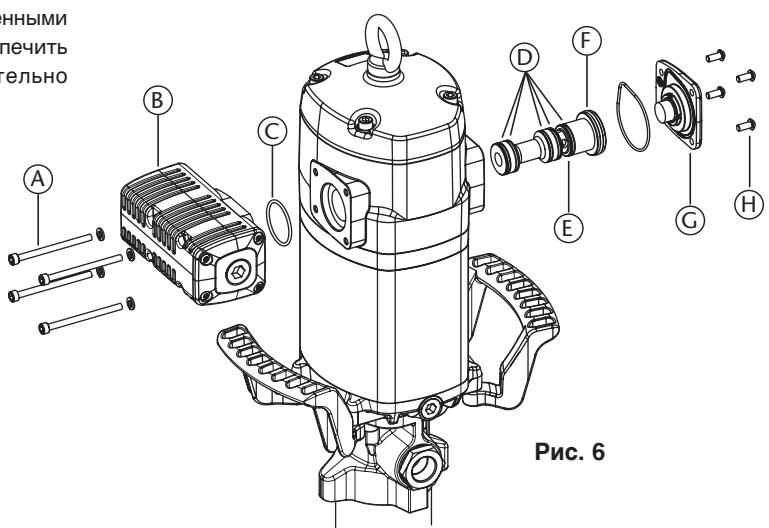

Рис. 6
ПНЕВМОРАСПРЕДЕЛИТЕЛЬ (РИС. 6)
1. Отвинтить винты (A) и снять крышку (B).
2. Отвинтить гильзу датчика (C).
3. Зажав щипцами гайку (D), вытянуть шток (O) так, чтобы вышла наружу его центральная расточенная часть (рис. 6а). Затем, другими щипцами зажать шток (O) в области расточки для предотвращения повреждения поверхности уплотнения и отвинтить гайку (D) (рис. 6б).
4. Снять уплотнительное кольцо (E) и кольцо (F). При сборке заменить их на новые.
5. Отвинтить винты (R). Снять корпус двигателя (J) с фланцем (L).
6. Снять кольцо (G) и заменить на нем уплотнения (H) и (I).
7. Отвинтить винты (M) и отсоединить мотор (J) от фланца (L). Снять шайбу (K) и заменить уплотнение (H).
8. Аккуратно удерживая пневматический поршень (Q), снять цилиндр (N). Заменить уплотнение поршня (P).
9. Выполнить сборку деталей в обратном порядке. При сборке нанести на винты (M), гайку (D) и гильзу датчика (C) закрепитель резьбы.